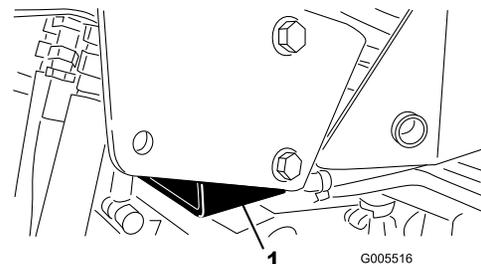

Figura 34
- Lado direito - debaixo do suporte de apoio do sistema de protecção anti-capotamento (ROPS) (Figura 34)